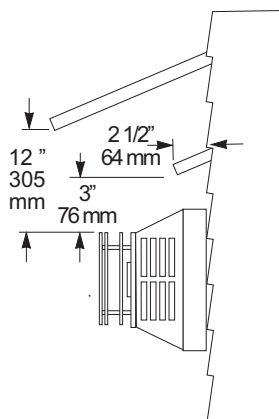

Figure 14. Termination Clearance to overhangs
- Il doit également maintenir un dégagement de 12 "par rapport aux saillies de plus de 2 1/2" (voir la figure 14).